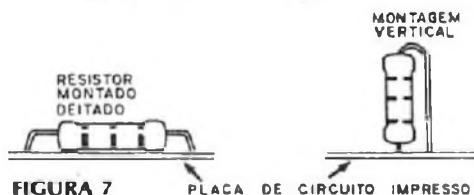

FIGURA 7
f) Os resistores usados serão todos de $1/8\text{W}$ com tolerância de 10% (anel prateado) sendo recomendável que os mesmos sejam montados em pé para ocupar o menor espaço possível (figura 7).